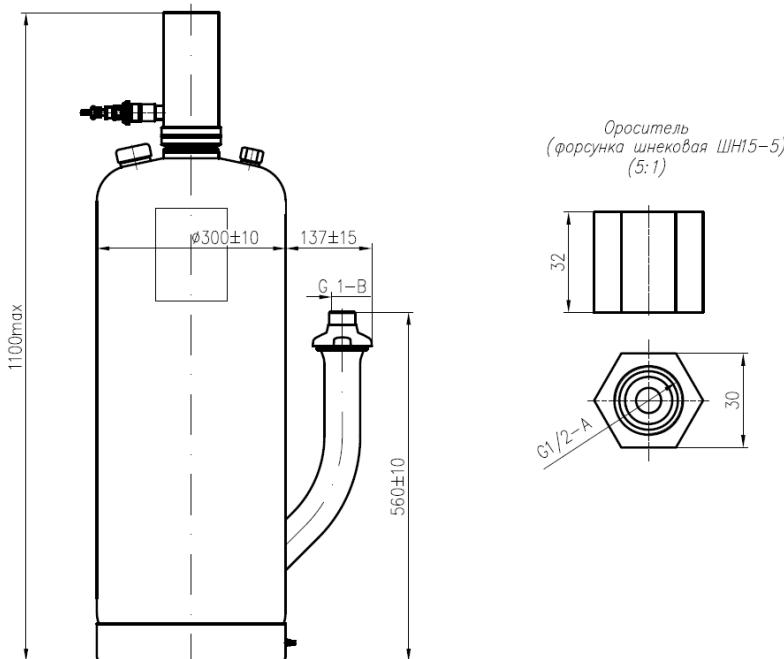

Рис. 1. Габаритные размеры модуля «Буран 50TPB».
5. Габаритные размеры, мм	см. рис.1